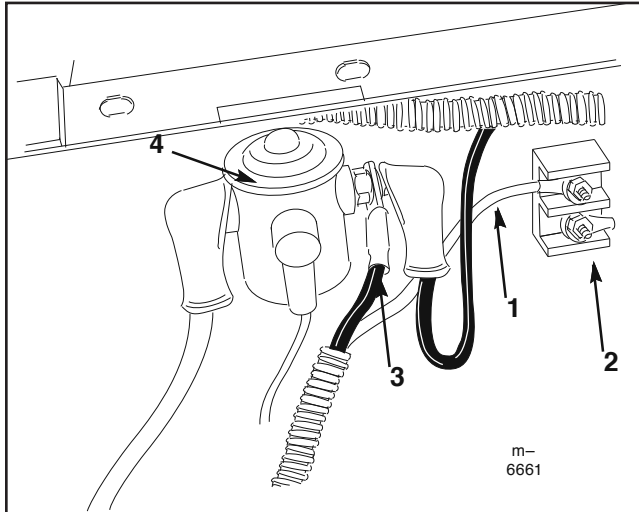

図5
10. 電源コードを、運転席下のソレノイドに接続する (図5)。
11. 黒いアース・ワイヤをアース端子ブロックのアース端子に接続する (図5)。